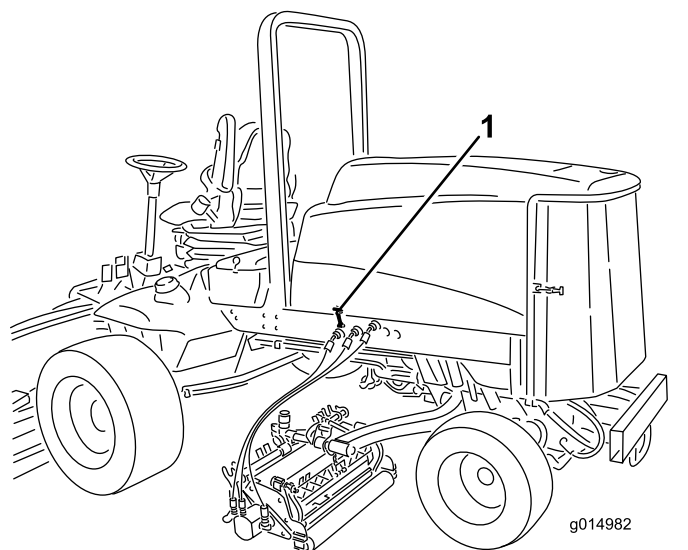

Figura 34
2. Desengate o trinco do capot e abra o capot (Figura 34).